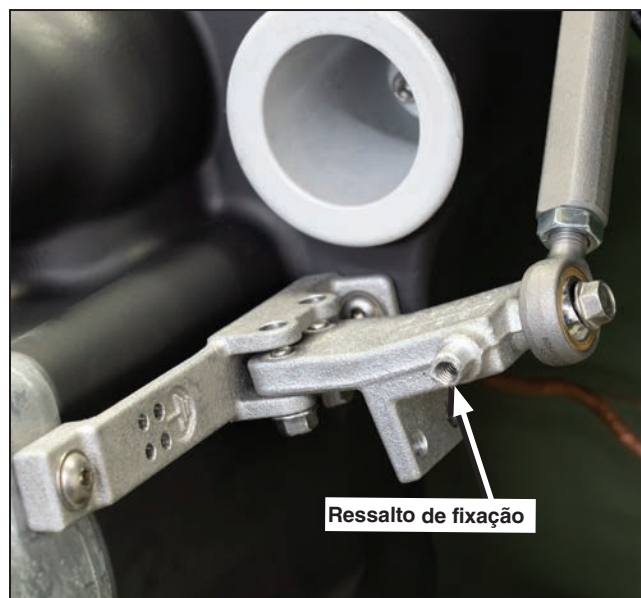

Figura 26. Ressalto de fixação do extensor transversal ajustável.
- PASSO 1.** Instale o extensor transversal ajustável no ressalto de fixação do interruptor para bucha tipo poço H1B, fazendo aperto manual no parafuso de cabeça flangeada de  $\frac{1}{4}-20 \times \frac{5}{8}$  de polegada, como mostrado na Figura 26.